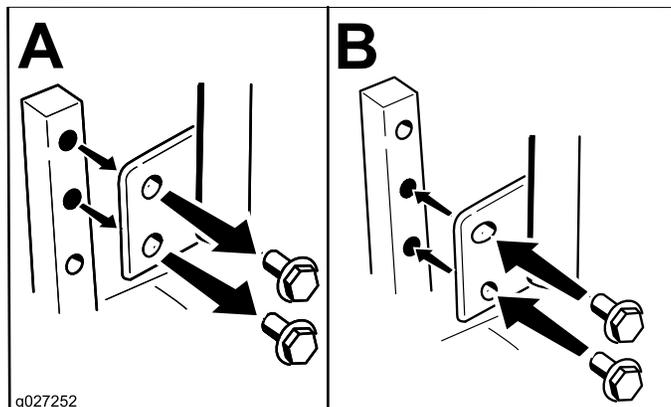

Bild 20
Die Höhe der Fahrtriebshebel kann für den optimalen Bedienerkomfort nach oben oder unten angepasst werden (Bild 20).
2. Lösen Sie die untere Schraube genug, um den Schalthebel nach vorne oder hinten zu drehen (Bild 20). Ziehen Sie beide Schrauben fest, um den Schalthebel in der neuen Stellung zu arretieren.